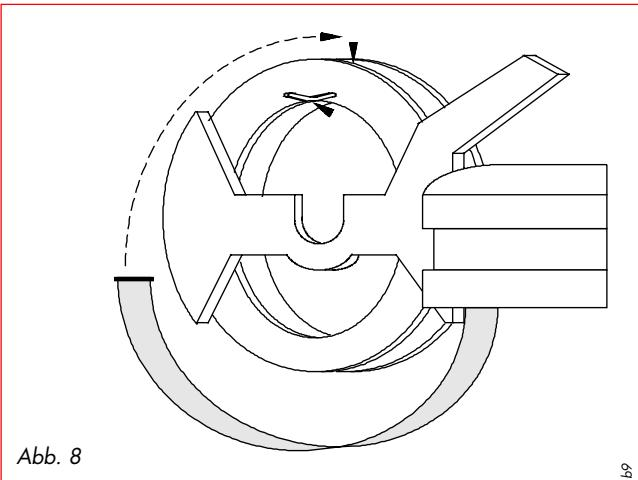

Abb. 8
5. Ziehen Sie die Folien der Klebestreifen in den Texbandscheiben mit der roten Aufschrift „Schutzfolie vor Montage abziehen“ ab. Führen Sie die Enden der Texbänder unten und hinten um die Texbandscheiben herum und hängen sie mit den Bolzen in die Ausklinkung ein (Abb. 8). Achten Sie darauf, daß die Texbänder ohne Falten auf den Klebestreifen liegen und drücken Sie diese mit leichtem Druck an (Abb. 8a).